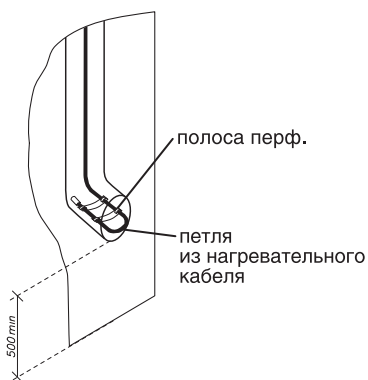

Рисунок 6.
- Внизу водосточной трубы, на выпуске, организовать усиленный обогрев, сформировать петлю из нагревательной секции. Для этого необходимо измерить длину кабеля, снять нижний патрубок водосточной трубы, сформировать петлю, скрепить её полосой перфорированной, как показано на рис. 6. Далее установить нижний патрубок на место. Край петли закрепить на конце патрубка.
м рекомендации по монтажу приведены ниже (см. п. 1.4 настоящей инструкции). Для удобства последующего удаления образовавшейся наледи рекомендуется нижний патрубок водосточной трубы устанавливать не ниже 500 мм от земли (Рис. 6).